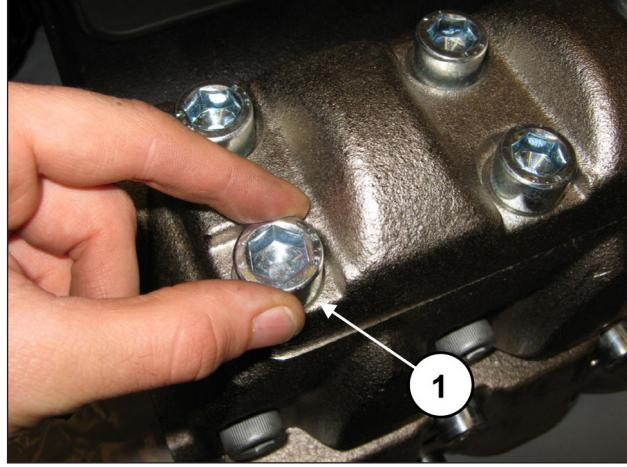
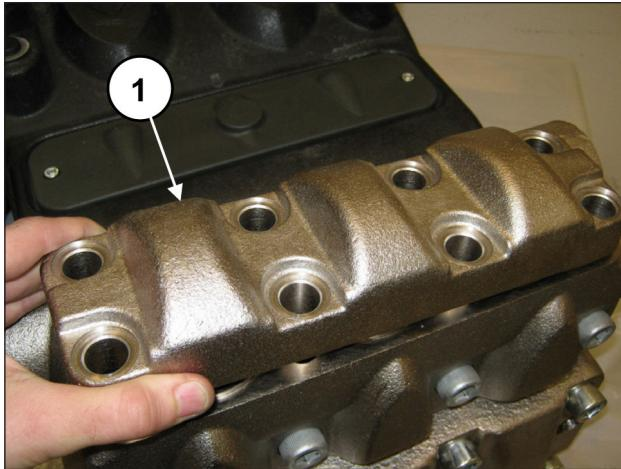

Fig. 135
Fig. 136
Desaperte os 8 parafusos M16x45 da tampa das válvulas de descarga (pos. ①, Fig. 135) e retire a tampa (pos. ①, Fig. 136).